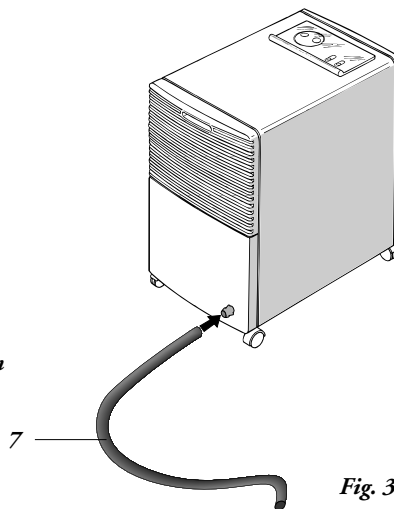

Fig. 3
- 4) *Un orifice pour le passage du tuyau d'évacuation de l'eau de condensation (fig. 3) est prévu sur la porte de l'appareil. Avant de faire passer le tuyau à travers cet orifice, il est nécessaire d'enlever la partie centrale.*